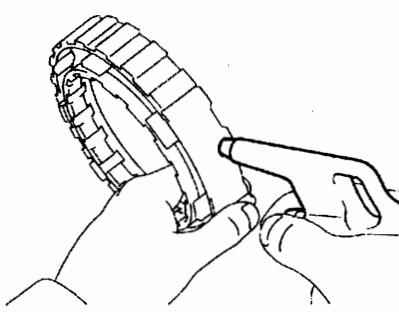

图 12-1-27
②如图 12-1-27 所示, 固定住 2 号制动活塞, 向 2 号制动缸中吹入 392kPa 的压缩空气, 拆下 2 号制动活塞。